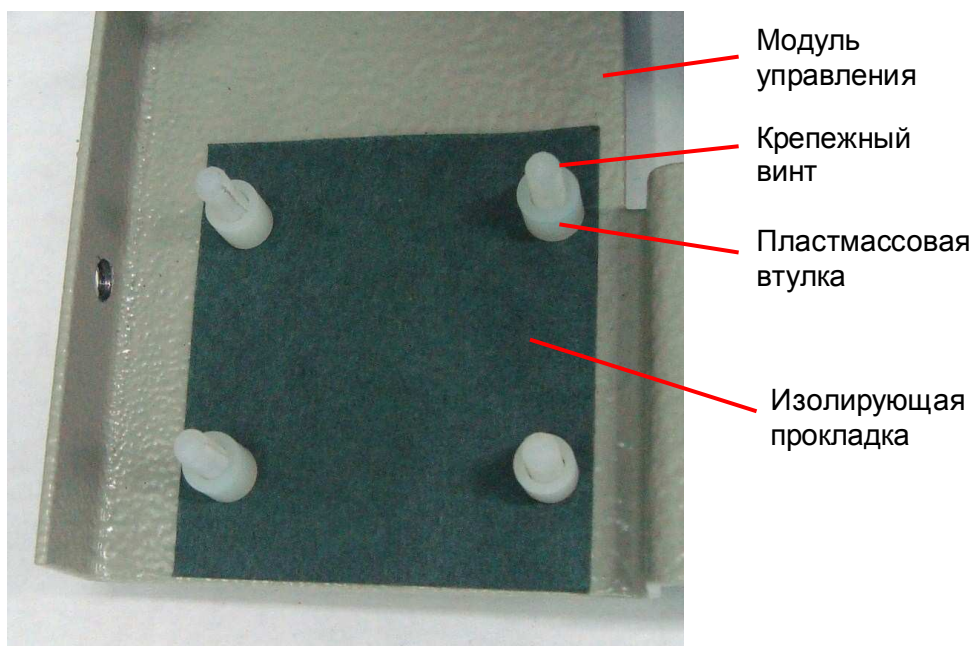

Рис. 7.19
7.7.2. Расположить изолирующую прокладку платы предохранителя как указано на рис. 7.19. Установить на крепежные винты пластмассовые втулки.